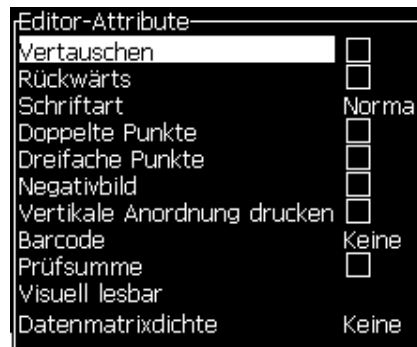

Abbildung 5-54: Menü Editor-Attribute
- 1 Wählen Sie die **In-Line-Attribute** aus dem Menü *Editor* (drücken Sie *ALT* + *E*). Das Menü *Editor Attribute* erscheint (siehe Abbildung 5-54 auf Seite 5-64).